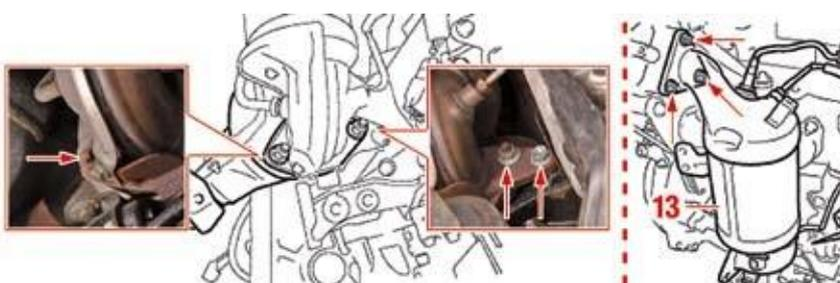

Fig. 41
- **Staccare il catalizzatore (13) (Fig. 41).**